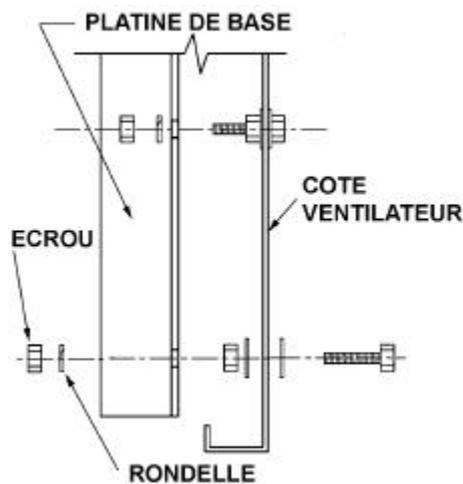

Figure 29 - Installation de la Platine de Base.
2. Utiliser les rondelles et les écrous de 8 mm pour fixer la platine de base sur l'unité (Voir Figure 29)